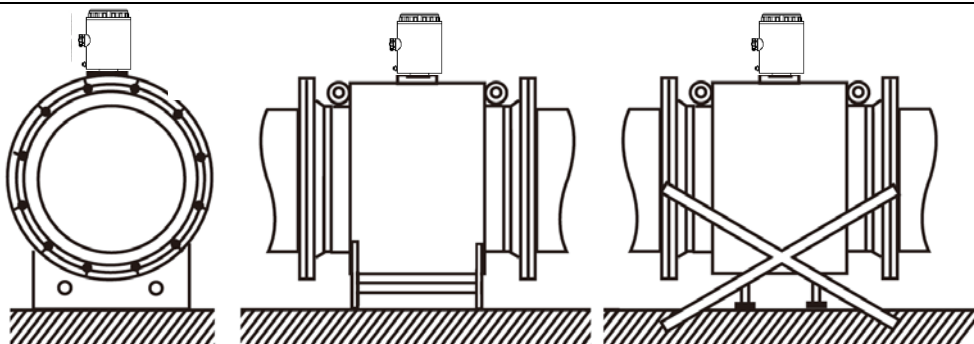

图4 口径 ≥ 350 的仪表支撑
- 口径 ≥ 350 的仪表必须有合适的基座和支撑（如图4），否则会损坏壳体内部的线圈。